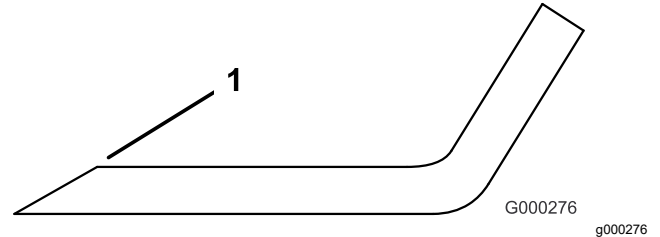

Figura 110
- Affilate i taglienti da entrambe le estremità della lama con una lima (Figura 110).
Nota: Se la lama non è bilanciata, limate del metallo soltanto dalla costa (Figura 110).